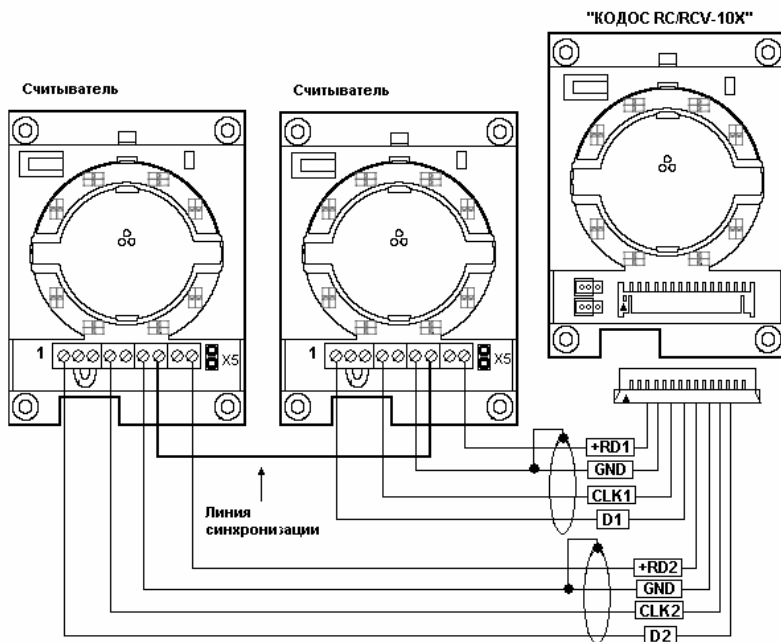

Рисунок 4 – Схема подключения считывателя к контроллеру «КОДОС RCV-102» («КОДОС RCV-103») (вариант с выключенным встроенным считывателем контроллера)
При размещении считывателей в непосредственной близости друг от друга (менее 1 м) необходимо использовать синхронизацию считывателей (см. рисунок 4).
- создать линию синхронизации (рисунок 4) при помощи провода, соединяющего клеммы 7 каждого считывателя;